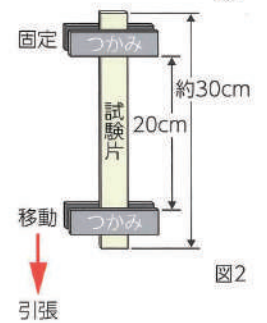

図2
- B. 試験概要** サンプルングした試験片を図2に示す通り引張試験機のつかみに取付け、下記の条件で引張試験を行い、切断時の強さ[kgf(N)]および伸度[%]を測定し、たて方向およびよこ方向それぞれ3回の平均値で表す。